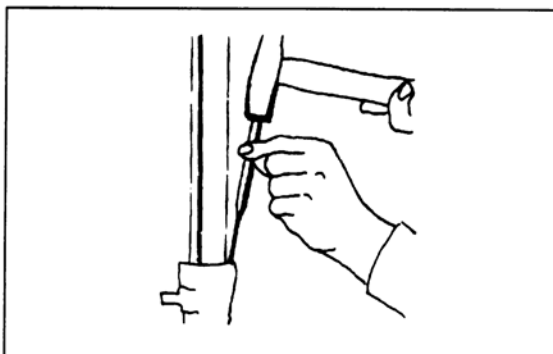

Bild 180
- Gleitrohrbuchse mit Stützing in Tauchrohr mit langen Dorn schrittweise über Kreuz eintreiben (Bild 180).